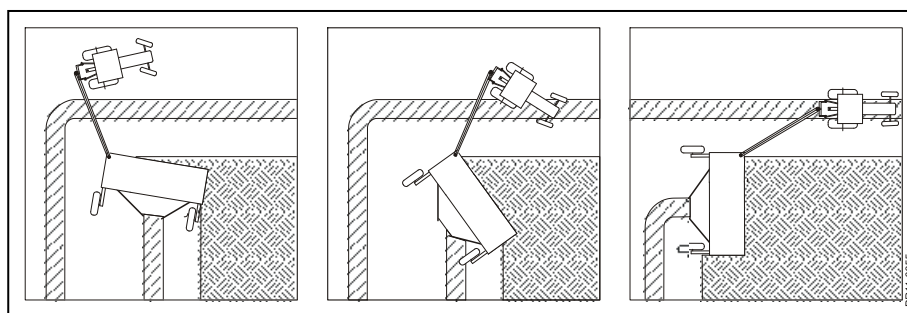

Fig. 3-3
**Fig. 3-3** La tête pivotante permet un virage de 90° - ou plus - sans vibrations dans la transmission. Les virages en bout de champ sont réduits d'une durée habituelle approximative de 12 secondes à environ 3 secondes car la machine tourne pratiquement sur place.